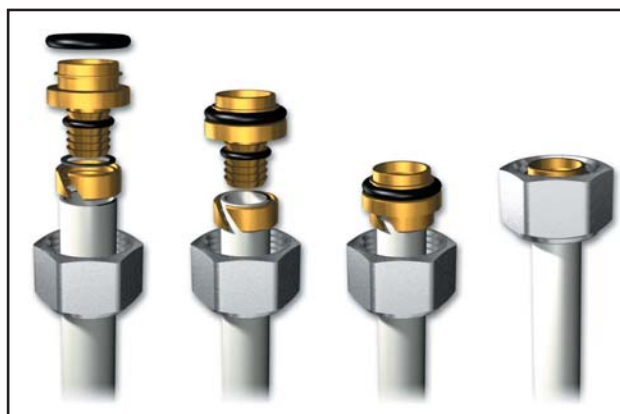

Bild 6. LK Koppling utv. gänga monterad på LK Golvvärmerör.
- Montera dubbelnippelarna på shuntens golvvärmeanslutningar (12) och (13).
- Montera sedan resterande delar av LK Koppling, på golvvärmeröret enligt "Bild 6.". Var noga med att O-ringen på instickshylsan sitter på sin plats efter montage.
- Spänn sedan fast golvvärmeröret på minishuntens golvvärmetilloppsledning (12). Drag åt ordentligt med skiftnyckel.